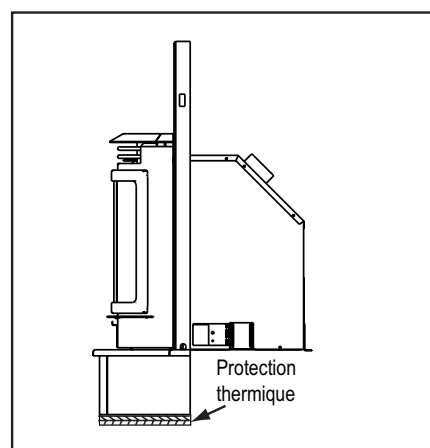

Figure 21.4
10. La protection thermique de 38 mm (1-1/2 po), la valeur « k » de 0,49 et la valeur R de 3,06 sous le support de garniture sans dégagement. **Figure 21.4.**